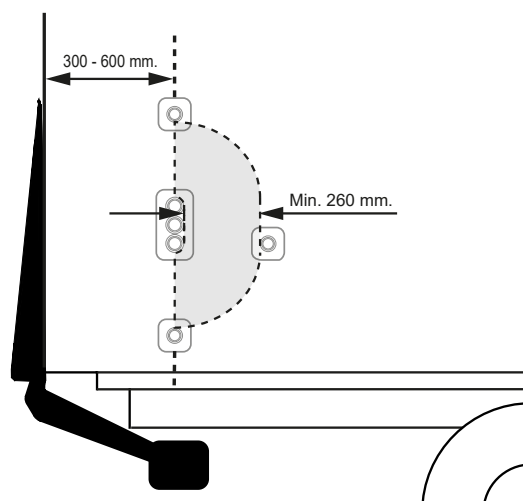

Imagen 61. Montaje del actuador CD 1 a dos manos.
2. La distancia entre el borde trasero del vehículo y el centro de los dispositivos de mando debe ser 300-600 mm. Las distancias entre los dispositivos de mando deben ser de 260 mm como mínimo. Véase Imagen 61.